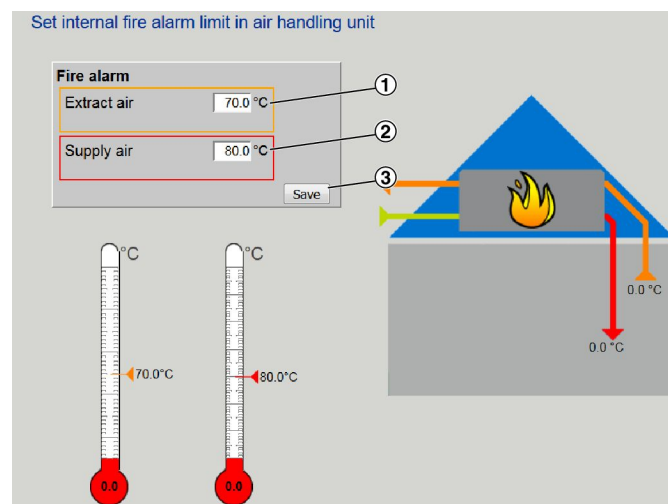

Рис. 49: Установка температурных лимитов для пожарной тревоги
2. ▶ Введите ограничение температуры вытяжного воздуха (Рис. 49/1).
3. ▶ Введите ограничение температуры приточного воздуха (Рис. 49/2).
4. ▶ Нажмите на «Сохранить» (Рис. 49/3).